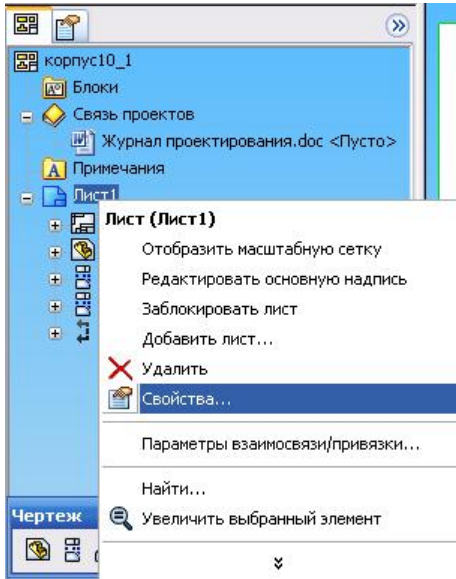

Рис. 43
- Нажмите правой кнопкой мыши на элементе **Лист** в Дереве конструирования (Property Manager) или в графической области и выберите в контекстном меню команду **Свойства...** (рис. 43);